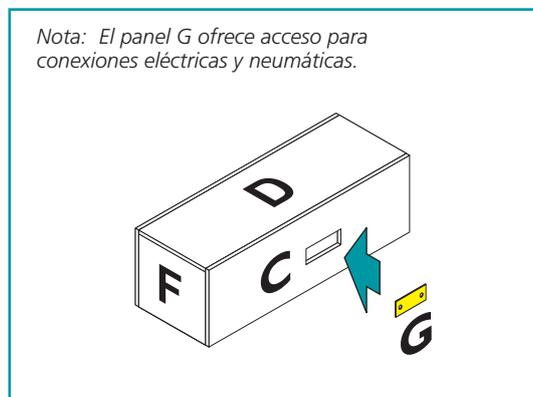

figura 17
2.3.6 Monte el panel G al panel C. (Figura 17)